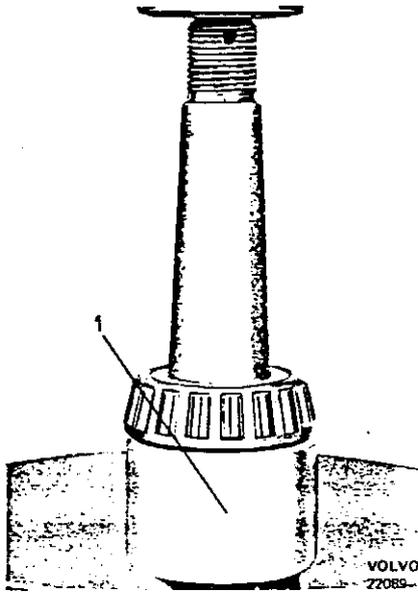
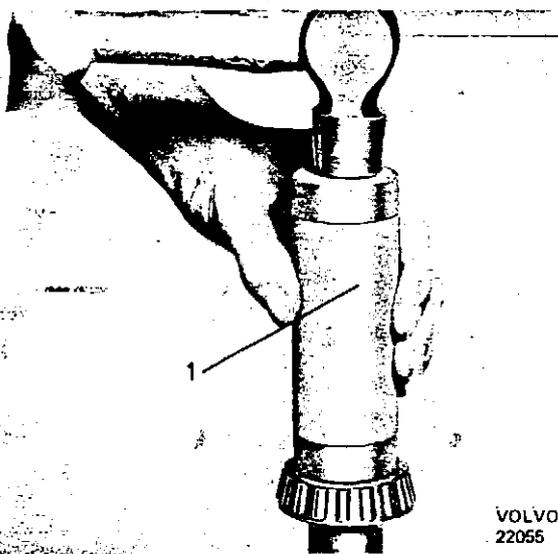

Abb. 15. Einbau des Hinterachswellenlagers
Abb. 16. Einbau des Hinterachswellenlagers
3. Lager gemäß Abb. 15 abpressen. Dabei den Abstandring SVO 1806 unterlegen. Neues Lager mit Hilfe der Hülse SVO 1805 einbauen (Abb. 16).